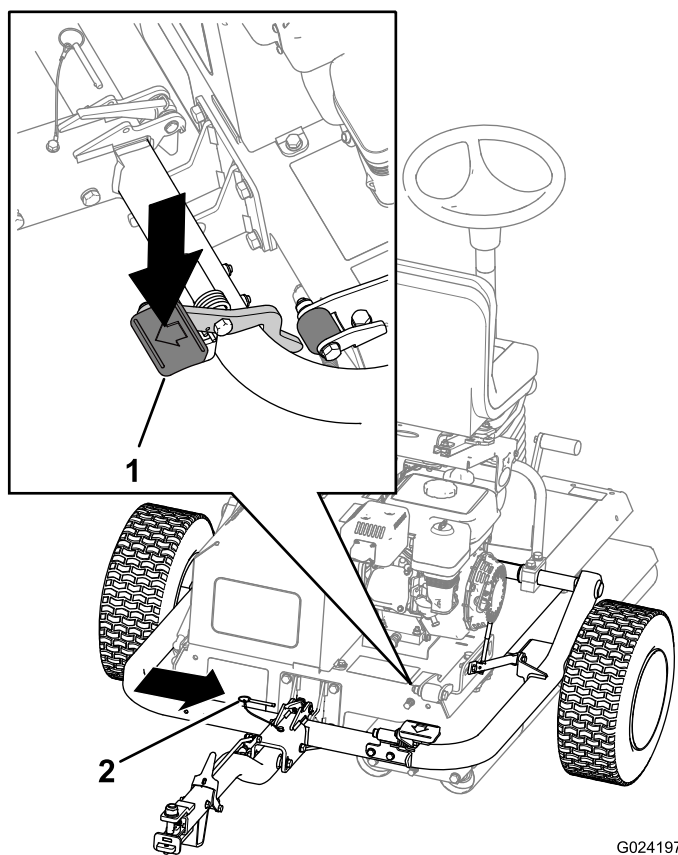

Рисунок 18
- C. Нажимайте на педаль сцепки, пока сцепка не зафиксируется на месте (Рисунок 18).
- D. Вставьте стопорный штифт (Рисунок 18).